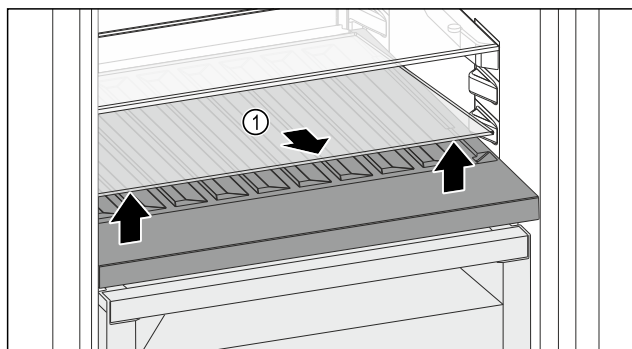

Fig. 110
- Skleněnou desku Fig. 110 (1) zvedněte za vybrání vpředu a vyjměte ji.
- Skleněnou desku Fig. 110 (1) uložte bezpečně mimo spotřebič.